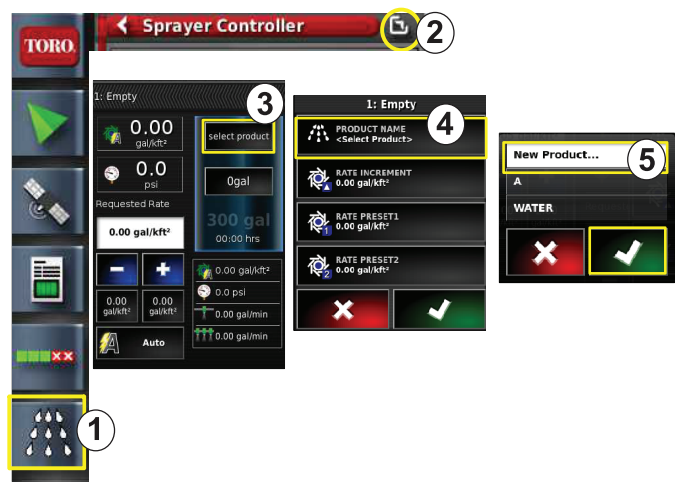

图 9
2. 按打药车喷洒率控制器图标然后展开喷洒率控制器迷你视图图 9。